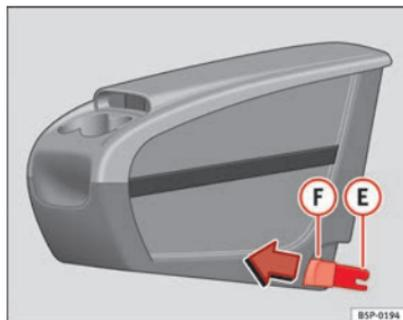
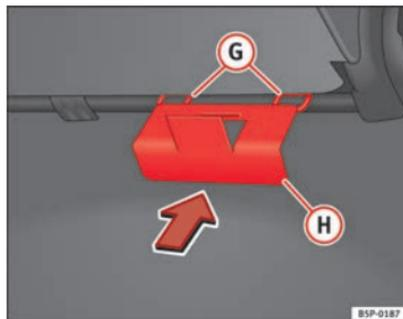

Abb. 113 Zusätzliche Ablage. Montage
Abb. 114 Halteplatte der zusätzlichen Ablage
- Die Halteplatte (H) ⇒ Abb. 114 der zusätzlichen Ablage vom Fahrzeuginnen aus auf der Rückseite des Sitzes befestigen. Sie muss sich zwischen der Lehne und dem Sitzkissen im Bereich des mittleren Rücksitzes befinden.
- Die beiden Befestigungselemente (E) ⇒ Abb. 113 zu den beiden Befestigungsringen (G) ⇒ Abb. 114 ausrichten und die beiden Klammern vollständig in die Befestigungsringe eindrücken.
- An den Knöpfen ⇒ Abb. 113 (F) der Klammern nach vorne ziehen (rote Knöpfe), bis sie hörbar ausgehängt sind.